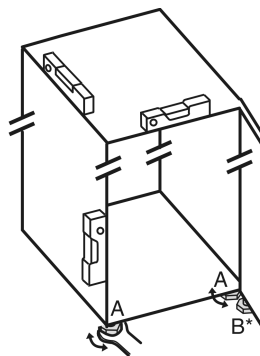

Fig. 4
- ▶ 用随附的开口扳手将垫脚 Fig. 4 (A)借助水平仪旋出,直至稳固、平坦对齐冰箱。
- 使用随附的开口扳手旋出托架上的垫脚 Fig. 4 (B)，直至垫脚平置于地板。
- 将垫脚 Fig. 4 (B)继续旋转 90°。